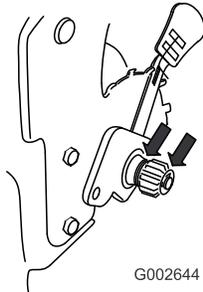

Figura 41
2. Aplique aceite lubricante al interior y al exterior de los engranajes (ver Figura 41).